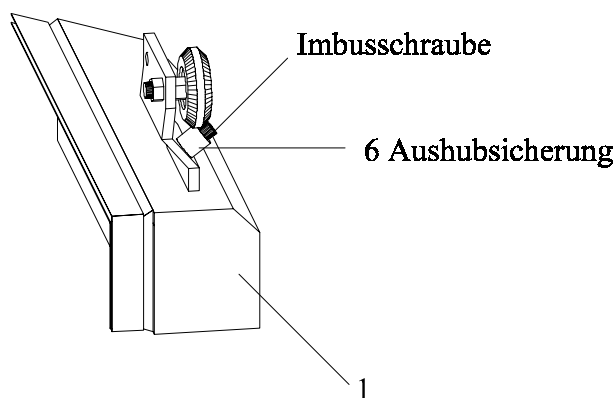

Bild 2.9 Türblatt vorbereiten
2.10 Die am Türblatt (1) vormontierten Aushubsicherungen (6) sind herauszuschrauben. **Bild 2.9**